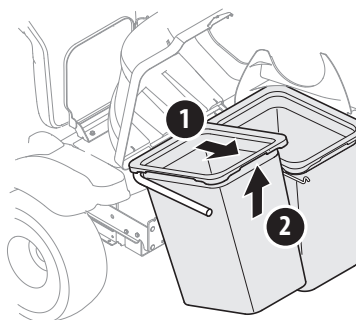

Figure 29
3. Pour retirer les sacs à herbe, soulevez chaque sac (1), voir Figure 29, et retirez-le du support (2).